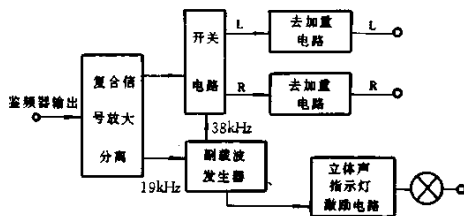

图 2-3-4 电子开关式立体声解码器电原理框图
(1) 电子开关式，又称为时间分割式，其组成框图如图 2-3-4 所示。由鉴频器输出的信号经放大和分离电路后成两路，一路是主、副信号同时加到电子开关输入端；另一路是选择 19kHz 的导频信号，供副载波发送器倍频用，或作为 38kHz 振荡器的同步信号。由副载波发生器产生的 38kHz 信号也分成两路，一路加到开关电路，作为开关信号快速地改变主信号和副信号的瞬时相位，其结果可分离出左、右声道音频信号，经过加重电路进一步滤除高频分量后送至两路音频放大器；另一路则加到立体声指示灯激励电路，驱动指示灯亮。